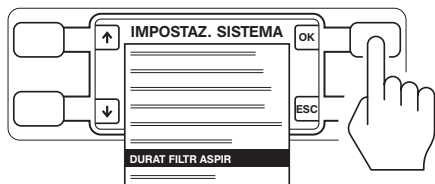

Figura 5 – Selezione dell'opzione filtro di aspirazione
4. Dalla schermata IMPOSTAZ. SISTEMA premere i pulsanti accanto alle icone delle frecce per evidenziare la DURATA DEL FILTRO DI ASPIRAZIONE (DURAT FILTR ASPIR). Premere il pulsante accanto a OK per eseguire la selezione (Figura 5).